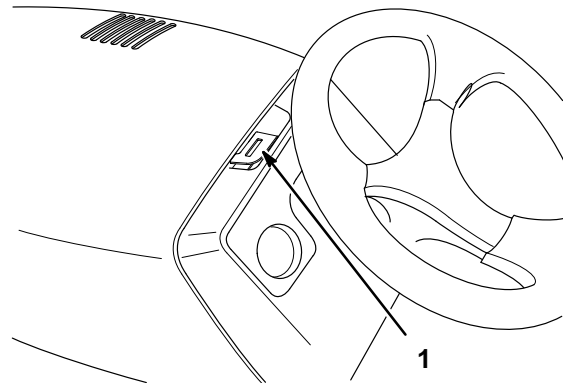

Figure 1
2. Insérer la lame d'un tournevis du côté droit de la fente illustrée à la figure 1, et pousser vers la gauche pour déverrouiller le capot.